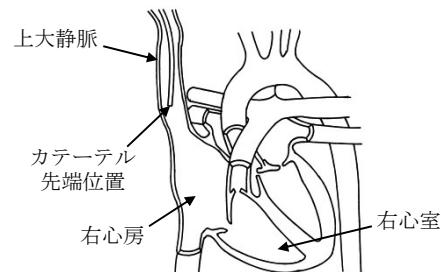

図 5
9) カテーテル先端が適切な位置にあるかをX線透視等により確認する。カテーテル先端の適切な位置は、上大静脈と右心房の合流部である（図5）。